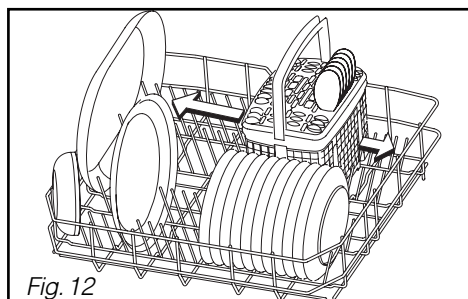

Fig. 12
**Le panier a couverts est coulissant pour vous permettre un chargement modulable.** Il peut être disposé à n'importe quel endroit du panier inférieur. Ainsi vous pouvez effectuer des chargements divers en fonction des pièces de vaisselle (Fig. 12).